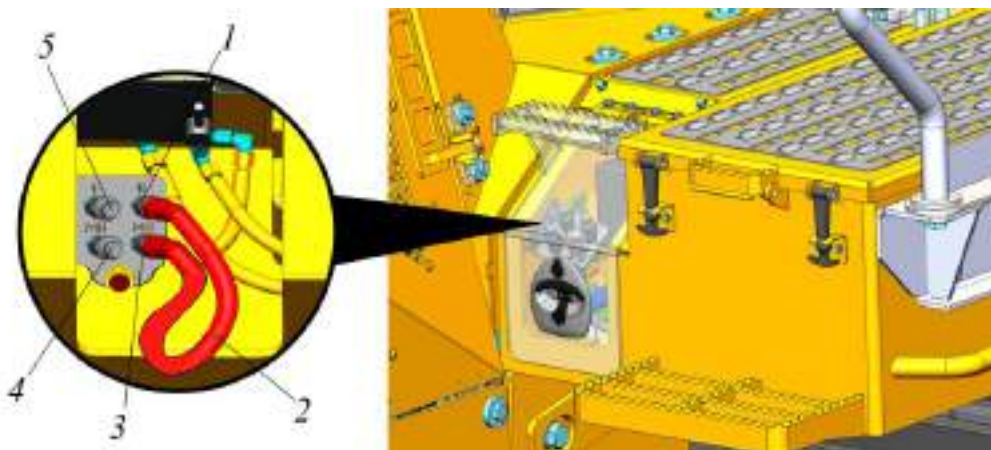

Рисунок 5.154. Подключение промывочной линии
- ▶ Открыть дверцу ящика, расположенного в левой подножке, рис. 5.154. Рукав для подключения промывки расположен в ящике рядом с насосом подъема кабины.
- ▶ При помощи быстроразъемного соединения (БРС) подключить промывочный рукав 2 одним концом к линии подачи давления 3, другим концом к линии промывки правого редуктора 1, см. рис. 5.154.
- Демонтировать промывочный рукав 2 с линии промывки правого редуктора 1 и установить его на линию промывки левого редуктора 5, рис. 5.154.